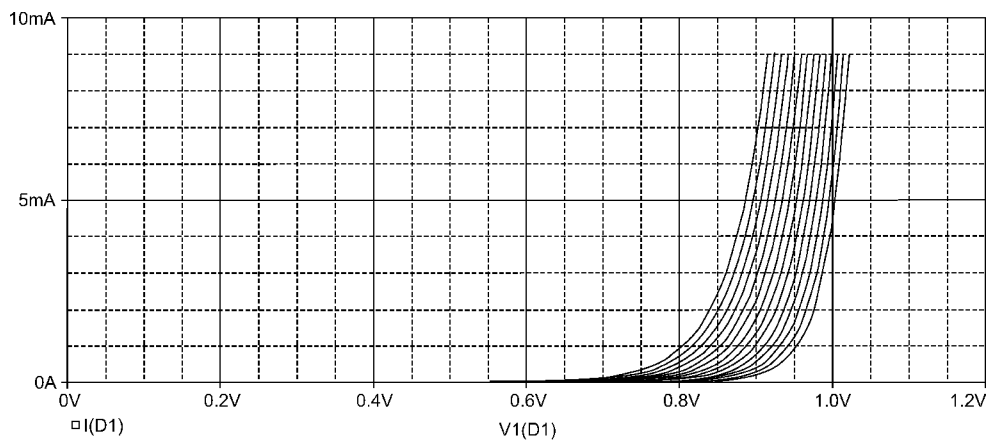

图 15.15 温度变化时，二极管 D1N914 的电流随电压变化的波形曲线
4. 添加二极管电流波形曲线。选择菜单 **Trace > Add > I (D1)** 对流过二极管 D1 的电流波形进行添加。图 15.15 所示为温度变化时，二极管的电流随电压变化的一族波形曲线。